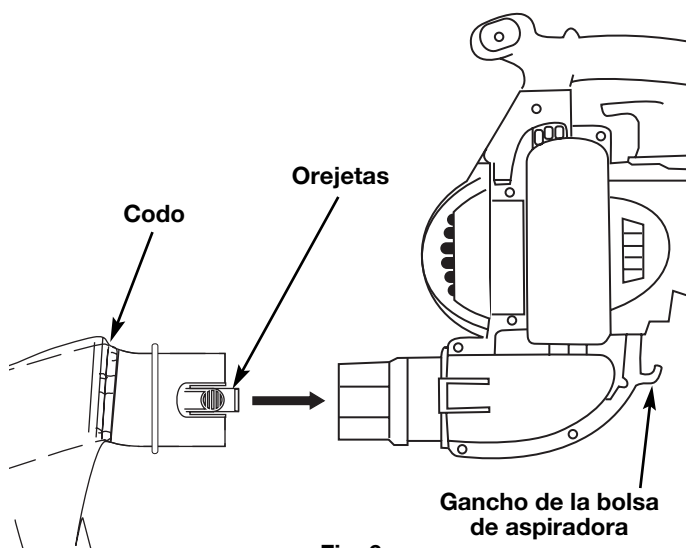

Fig. 6
7. Instale el tubo de la bolsa del aspirador sobre la salida del soplador y empuje hasta que las orejetas de la base se enganchan en su lugar (Fig. 6).
2. Saque la bolsa del aspirador presionando ambas orejetas en el codo de la bolsa del aspirador al mismo tiempo y tirando hacia afuera del soplador (Fig. 6).